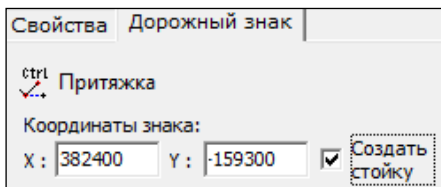

Рис. 8.7
**Создать знак**  с установкой флажка в поле **Создать стойку** (рис. 8.7).